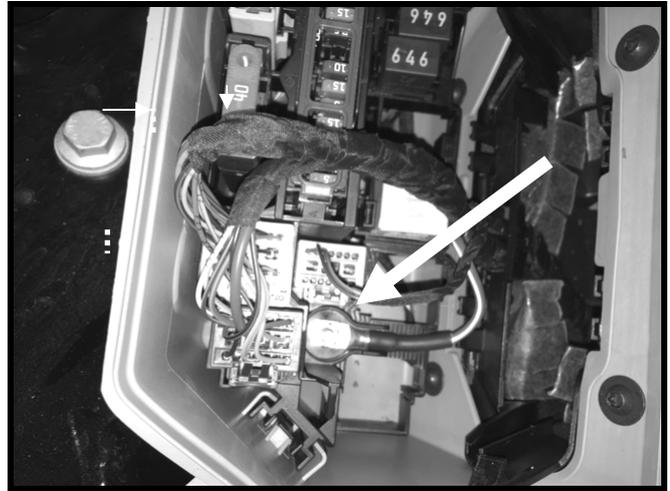

Abb.11
- 8 Verlegen Sie das rote Plus-Kabel an den Plusverteiler im DME Gehäuse und verschrauben Sie die Ringöse an dem rot gekennzeichneten Anschluss (Abb. 11).